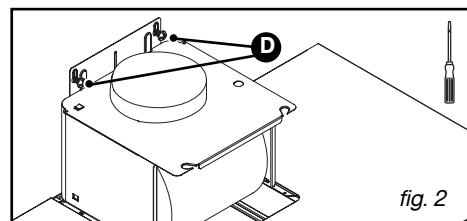

fig. 2
– Enganche la campana extractora a los dos tornillos (D/fig.2).
– Coloque la válvula de retención en la salida del motor (fig.2). La válvula de retención permite obstruir la entrada de aire procedente del exterior.